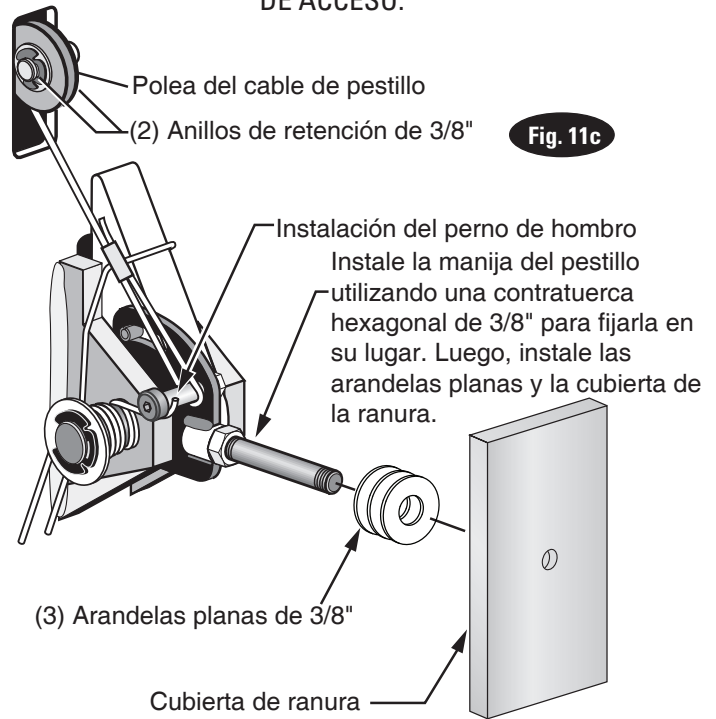

Fig. 11c
- A) Instale la polea del cable de seguridad y mantenga los anillos en la ranura superior de la columna de la unidad de potencia como se muestra, Fig. 11c.
- B) Deslice la terminación ovalada del cable por encima del tornillo de hombro al lado derecho de la placa de control de seguridad, Fig. 11c.
- C) Introduzca el otro extremo del cable del cierre a través de la ranura de la polea del cable del cierre asegurándose de que el cable pase por debajo del lado inferior de la polea y por dentro de la columna derecha, Fig. 11c.
- J) En este punto DEBE instalar la manija de cierre, la tuerca de fijación y la cubierta del cierre de la columna derecha, Fig. 11c y Fig. 14. Instale la bola de la manija de cierre, Fig. 14.